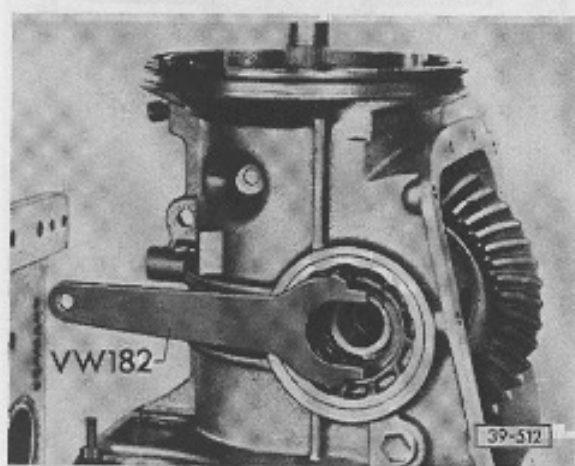

Abb. 5 Einstellring für Ausgleichgetriebe heraus- bzw. hineinschrauben
- Bei Wiederverwendung gelaufener Lager vor Ausbau Stellung markieren und beim Einbau wieder auf diese Markierung stellen. Bei Einbau neuer Lager Tellerrad einstellen – Seite 96, aus- und einbauen – Abb. 5